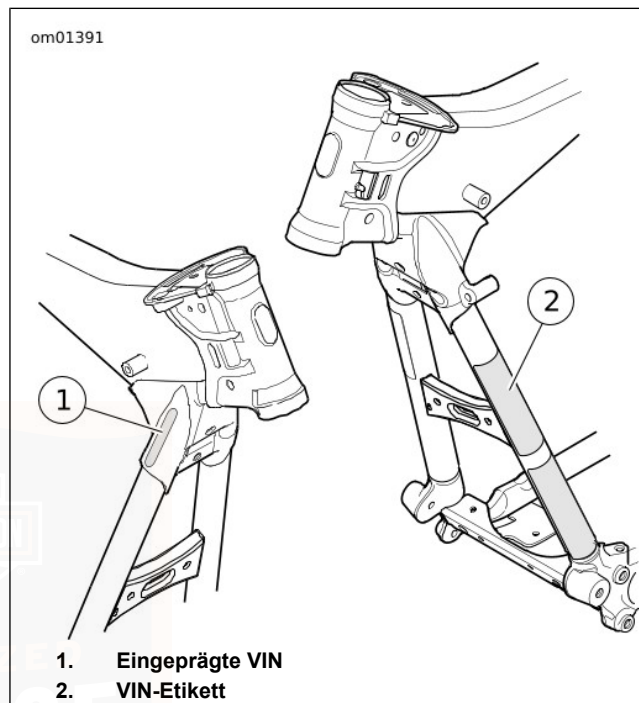

Abbildung 2. Positionen der VIN
Siehe Abbildung 2. Die gesamte 17-stellige Fahrgestellnummer (1) ist auf der rechten Seite des Rahmens in der Nähe des Lenkkopfs eingraviert. In einigen Absatzgebieten wird auch ein Aufkleber mit der VIN (2) am vorderen Rahmenrohr angebracht.